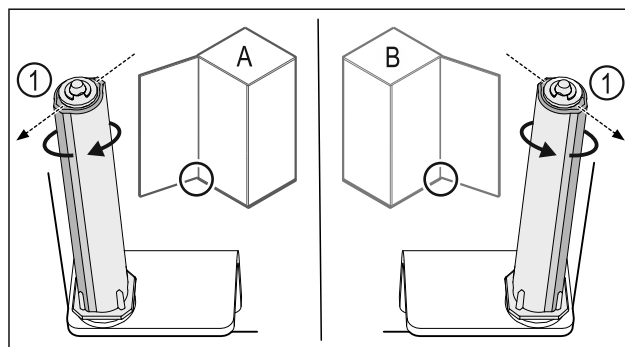

Fig. 43 Отваряне наляво (A) / отваряне надясно (B)
- ▶ Въртете затварящата система срещу съпротивлението, докато реброто на затварящата система Fig. 43 (1) сочи навън.